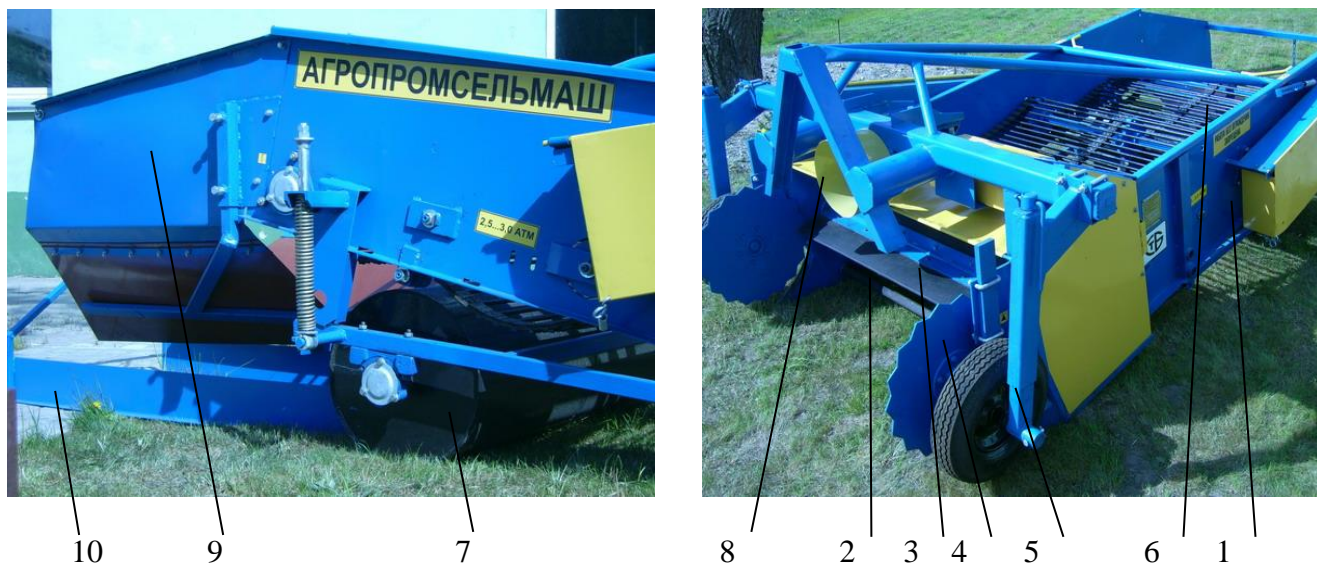

Рис. 1 – Копатель-валкоукладчик лука-севка КЛ-1,4А
2.1 Копатель-валкоукладчик лука-севка КЛ-1,4А (рис. 1) состоит из: 1 – рама, 2 – битер, 3 – нагребной битер, 4 – боковые диски, 5 – регулируемые опорные колеса, 6 – элеватор, 7 – каток, 8 – редуктор, 9 – сужающие щитки, 10 – ложеобразователь..